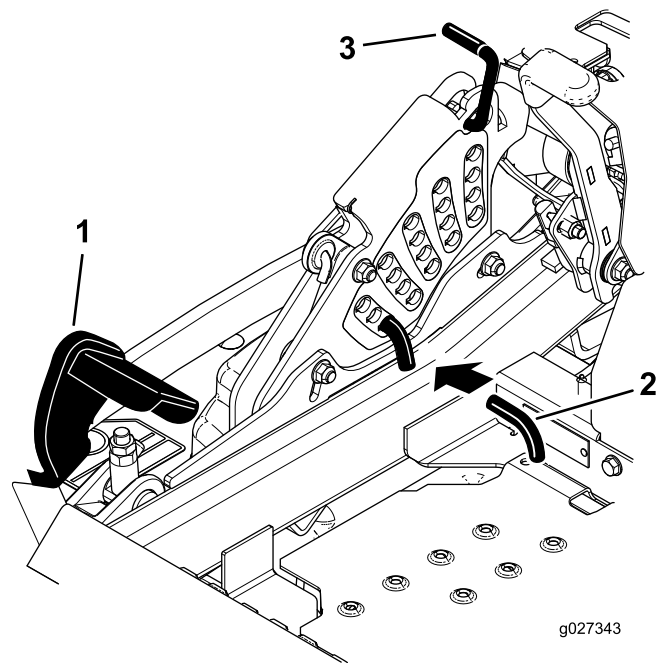

Figure 86
5. Enfoncez complètement la pédale de relevage du tablier de coupe pour verrouiller le tablier à la position de transport de 14 cm (5½ po) (Figure 86).